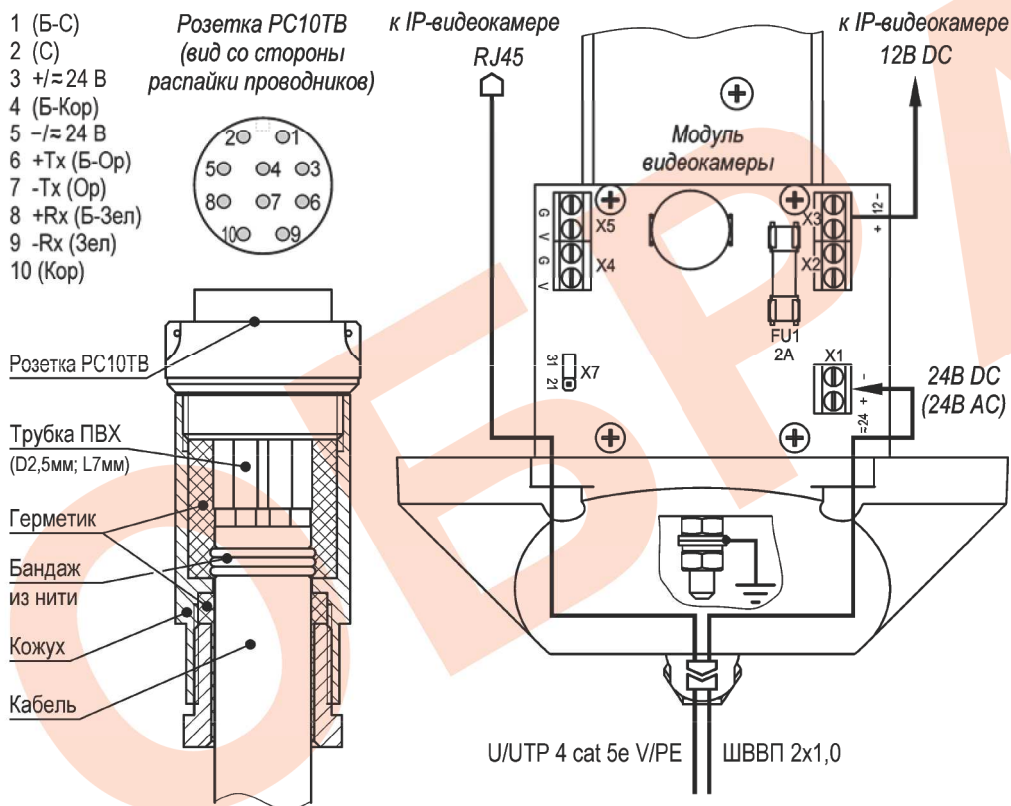

Рис.2 Распайка разъема PC10TV и схема подключения IP-видеокamеры
1. Распаять ответную часть разъема PC10TV согласно требованиям к электромонтажу в соответствии с рис.2. После распайки разъем заполнить герметиком кремнийорганическим.
5. При необходимости изменить мощность обогрева, выкрутить 4 винта крепления задней крышки гермобокса, выдвинуть модуль видеокamеры из кожуха и установить джампер X7 в нужное положение (рис.2). Установить модуль видеокamеры обратно в кожух. Закрутить 4 винта крепления задней крышки с усилием  $5\pm 0,5$ Нм.
Предприятием изготовителем джампер Х7 установлен в положение «31» - мощность обогрева 31 Вт, для изменения мощности на 21 Вт джампер Х7 необходимо переставить в положение «21» (см. рис.2).